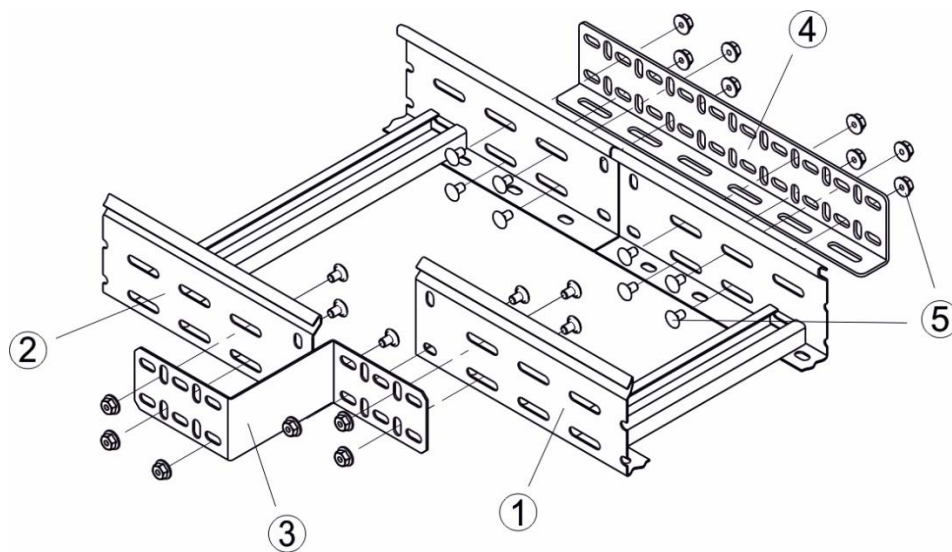

Рисунок 40
7.10.2.1 Свести торцы соединяемых лотков, сместив лоток меньшей ширины позиция 1 (рисунок 40) вправо для правостороннего перехода или влево - для левостороннего перехода.